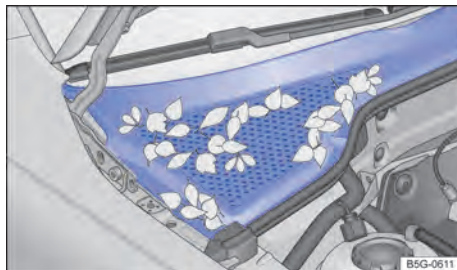

Fig. 207 Entre o compartimento do motor e o para-brisa: caixa de água (representação esquemática).
- A caixa coletora de água está localizada no compartimento do motor, entre o para-brisa e o motor e sob uma cobertura perfurada → Fig. 207. O ar ambiente é sugado da caixa coletora de água para o interior do veículo por meio do sistema de aquecimento e ventilação ou do ar-condicionado.